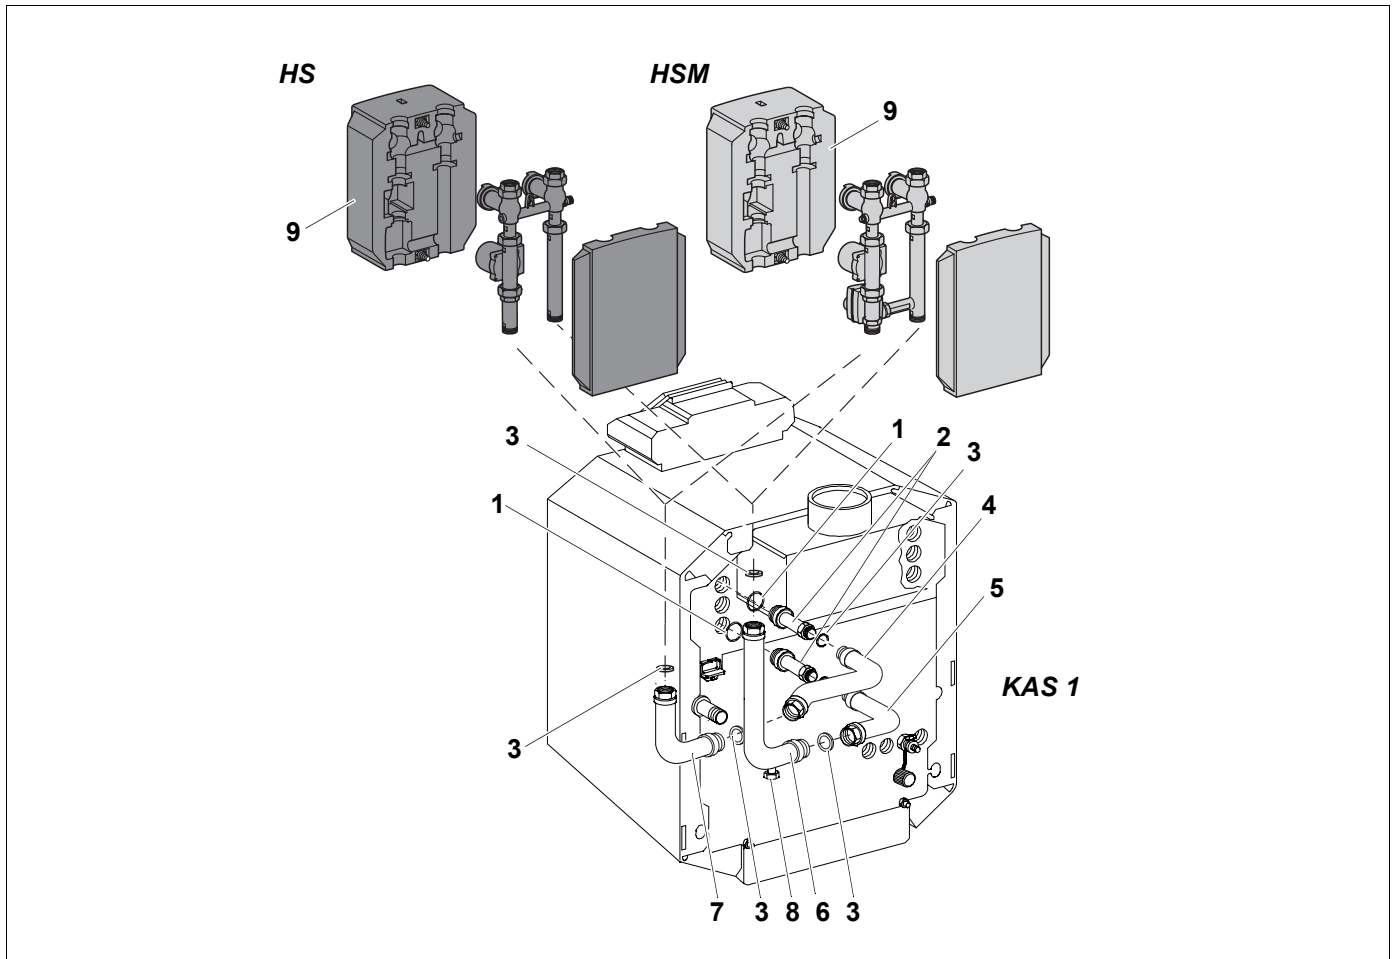

Рис. 5 Правое исполнение KAS 1
Экспликация к рис. 5
- Установить уплотнения (3) в верхние резьбовые соединения вертикальных участков трубопроводов.
- Установить на трубы комплект подключения отопительного контура без смесителя (HS) или со смесителем (HSM) в соответствии с рис. 5, затянуть соединения и проверить на плотность.
- Надеть с двух сторон соответствующую комплектам подключения отопительного контура теплоизоляцию (9) и слегка стянуть пластмассовыми болтами.